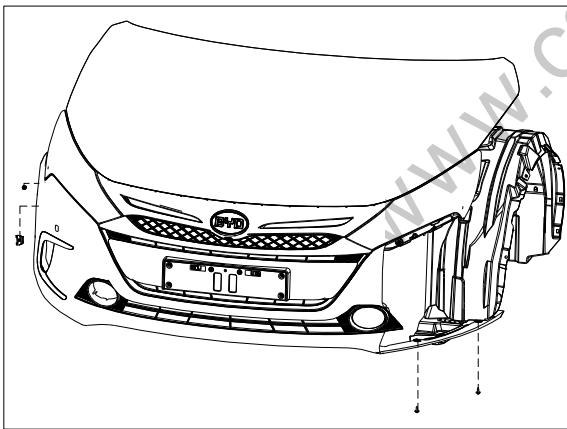

图 1.1.3 前轮挡泥板安装点的拆卸
- (1) 拆下 2 个组合螺钉，即可松开前保险杠与左前轮挡泥板搭接的 2 个安装点。如图 1.1.3 所示。
- (2) 拆下前保险杠杠角处与左前轮挡泥板连接的子母扣；
- (3) 拆下安装在前保险杠杠角处与左前轮挡泥板连接的异形卡扣。